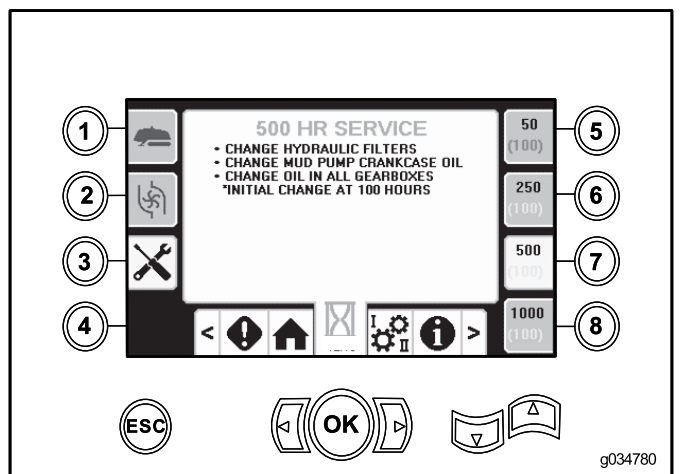

Figure 46
- Bouton 7 – à 500 heures (Figure 46)